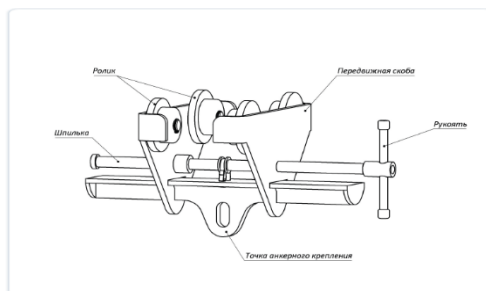

Рисунок 3
**п.п. 4.2** Раскрутить рукоятку затяжки [рисунок 3] до момента раздвижения скоб до нужного размера.